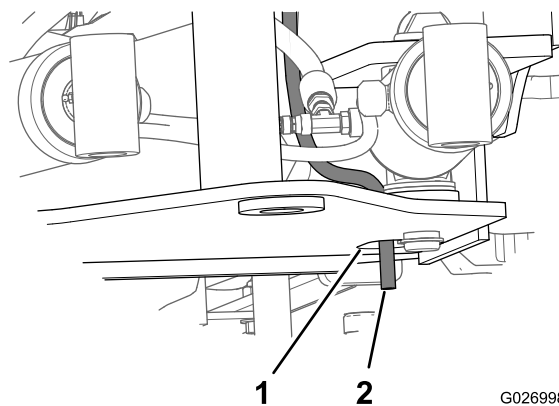

Figura 18
9. Enrute la manguera del depósito de refrigerante hacia abajo y a través del orificio de la chapa inferior del bastidor de montaje (Figura 18).